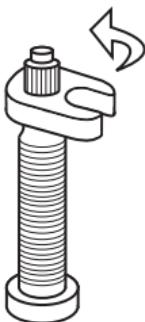

Figure 5. Tournez la clé dans le sens contraire des aiguilles d'une montre pour retirer l'obus de valve.
3. Retirez le corps de valve (Figure 5).